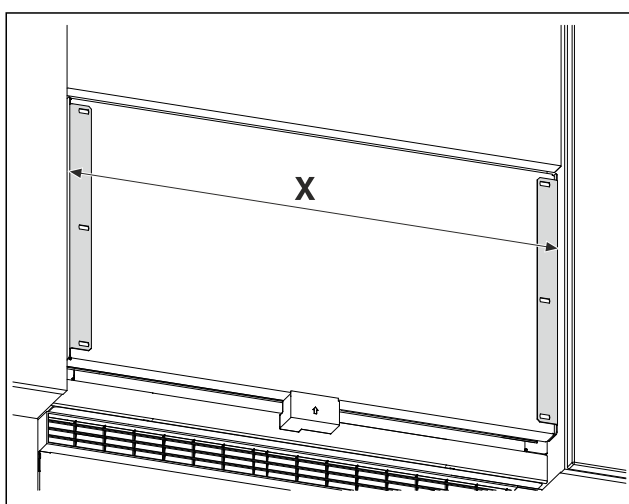

Fig. 26 Ilustrační zobrazení
- Změřte vzdálenost Fig. 26 (X) mezi vnějšími hranami přídržných úhelníků.